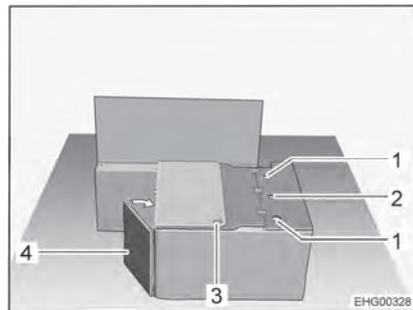

Fig. 23 Durante la transformación
- Girar la pared del baúl-banco (Fig. 23,4) hacia la pared lateral.
- Hacer salir el cinturón de seguridad con la hebilla a través del orificio (Fig. 23,3) en la tapa de baúl-banco.
- Insertar el respaldo del asiento de enchufe en los portadores laterales (Fig. 23,1) y apretar el tornillo de estrella en el portador central (Fig. 23,2) con la mano.